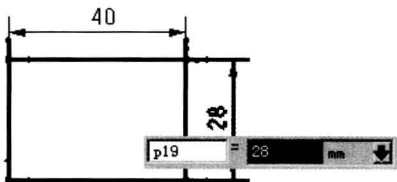
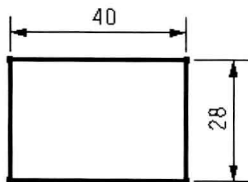

图 2.10.16 标注尺寸（二）
图 2.10.17 标注尺寸（三）
- Step 2** 系统弹出动态输入框，如图 2.10.16 所示。在动态输入框中输入新的尺寸值，并按中键完成尺寸的修改，如图 2.10.17 所示。